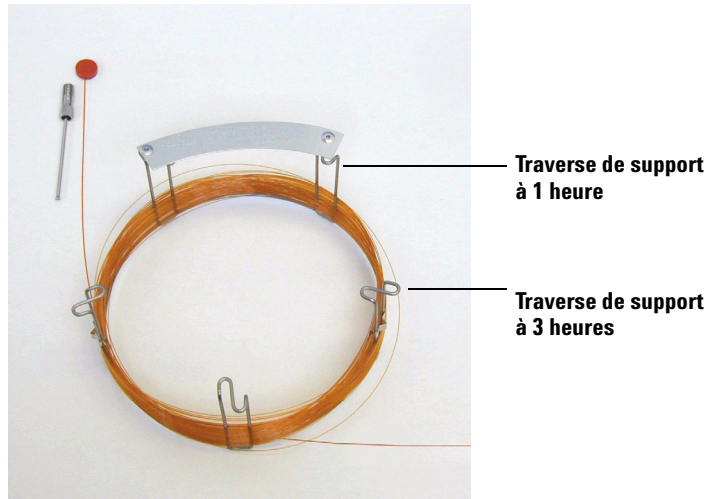

Figure 3 Colonne avec 2 spires dégagées
- 2 Déposer le septum qui obture la SORTIE de la colonne et dégager la colonne sur 2 spires. Voir Figure 3.